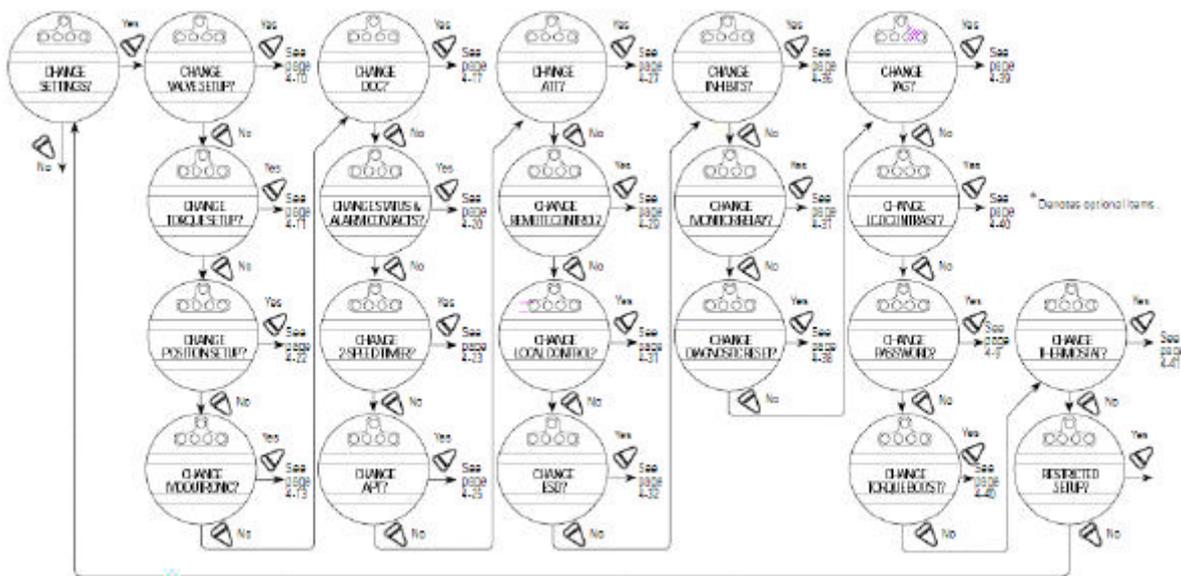

图 11.1 改变设定 (第 11 节)
11、改变现有的设定 (图 11.1)
通过类似于“VIEW SETTING?”方式下的一系列显示引导操作员，但是现在却可以改变这些值。每项显示表明了状态或现有的设定值 (见图 11.1)。操作员在“CHANGE SETTLLINGS?”或“VIEW DIAGNOSTICS?”方式，那么为了作进一步的修改，要继续访问“CHANGE SETTINGS?”方式，则要重新输入密码。